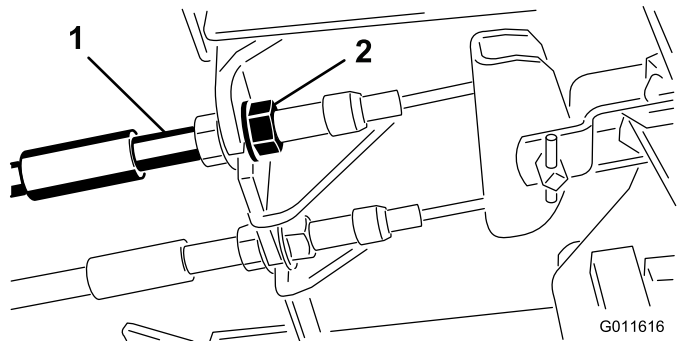

图66
1. 要缩短刹车踏板的自由行程，可以通过松开刹车拉线螺纹端的前螺母，紧固刹车（图66）。